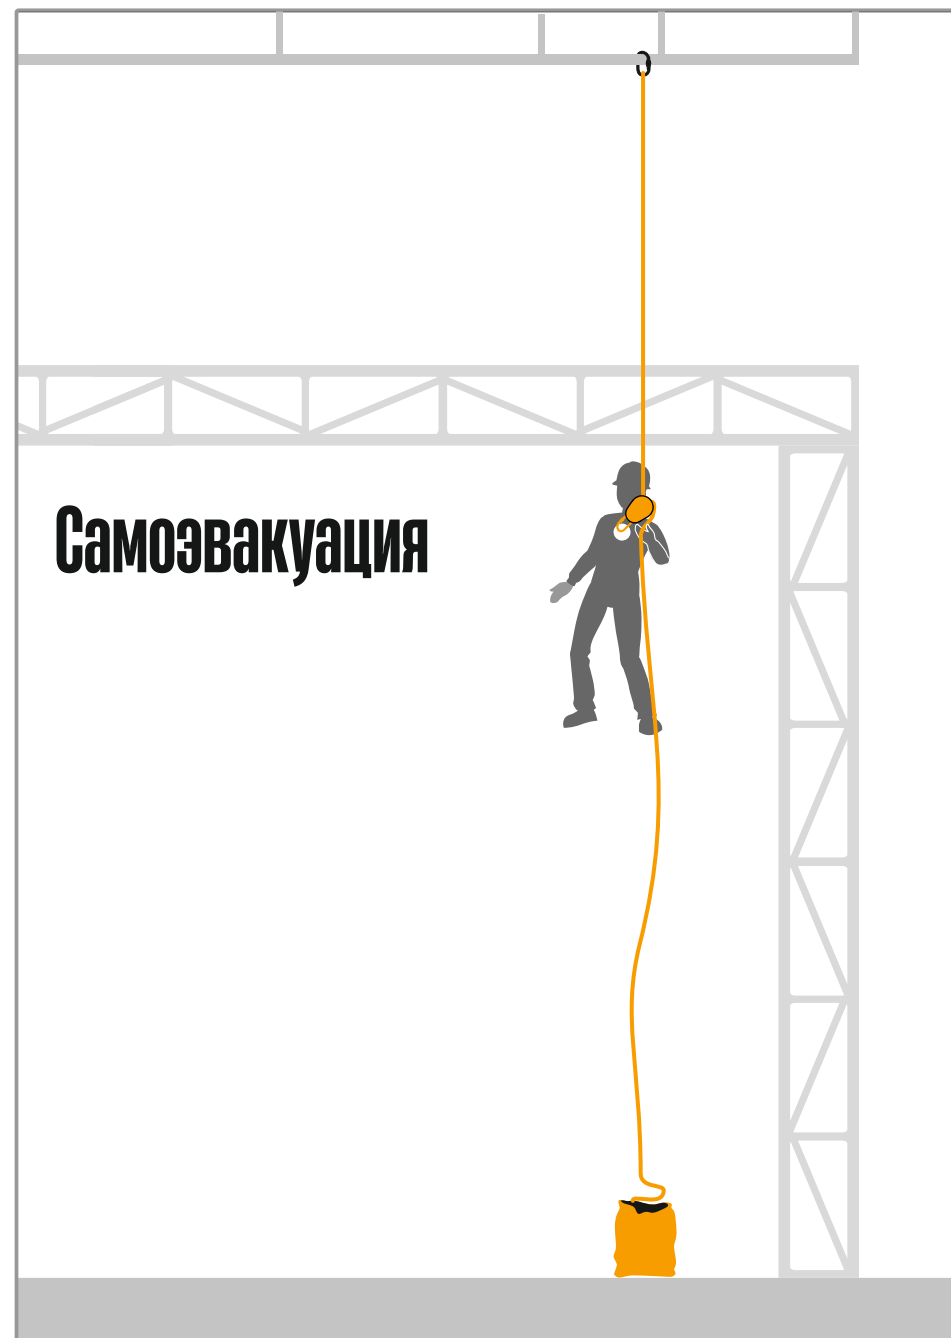

Рис. 4 Присоединение OMEGA 1 к элементу постоянной конструкции
3. Присоединить карабин на конце троса к анкерной точке (**рис. 4А, 4В**). Форма и строение конструкции, к которой крепится анкерная точка, должны исключать самопроизвольное сползание (если это анкерная петля) и отсоединение устройства. Если толщина элементов конструкции не позволяет закрепиться непосредственно карабином, необходимо использовать анкерную петлю АР07, входящую в комплект поставки, либо другую сертифицированную анкерную петлю со статической прочностью не менее 15 кН. Расположение устройства должно находиться на уровне рук пользователя для удобства работы с ним.
4. Соединить карабин тормозного блока с передней точкой крепления на привязи, обозначенной буквой А (буква «А» должна быть полностью закрашена) (**рис. 4Б**), или соединив одновременно две точки крепления, обозначенные половиной закрашенной буквы «А». Привязь должна быть отрегулирована по размеру пользователя, а все пряжки надежно закрыты.
3. Присоединить карабин на конце троса к анкерной точке (**рис. 4А, 4В**). Форма и строение конструкции, к которой крепится анкерная точка, должны исключать самопроизвольное сползание (если это анкерная петля) и отсоединение устройства. Если толщина элементов конструкции не позволяет закрепиться непосредственно карабином, необходимо использовать анкерную петлю АР007, входящую в комплект поставки, либо другую сертифицированную анкерную петлю со статической прочностью не менее 15 кН. Расположение устройства должно находиться на уровне рук пользователя для удобства работы с ним.